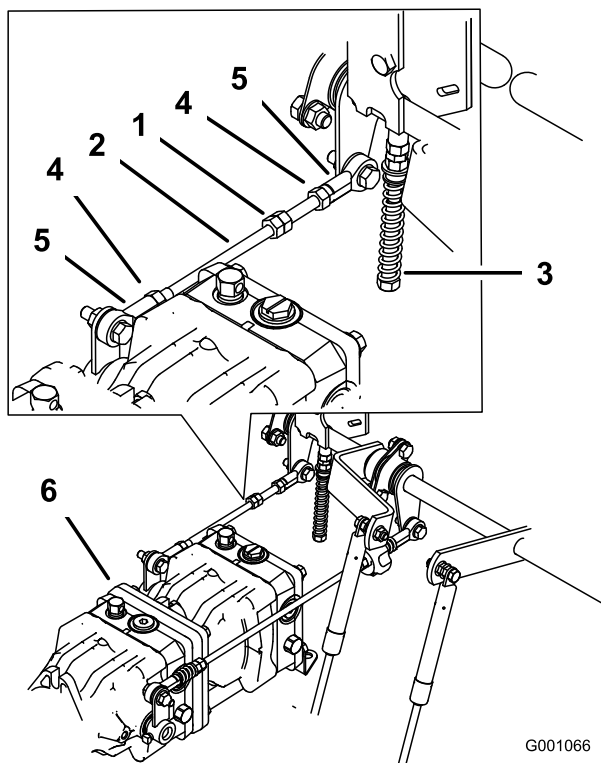

Bild 99
1. Lockern Sie die Sicherungsmuttern an den Kugelgelenken der Pumpsteuerungsstange (Bild 99).
3. Stellen Sie die Länge der Pumpstange ein, indem Sie die Doppelmuttern an der Stange so weit in die entsprechende Richtung drehen, bis das Rad stillsteht oder sich leicht zurückdreht (Bild 99).
6. Ziehen Sie die Klemmmuttern an den Kugelgelenken fest (Bild 99).